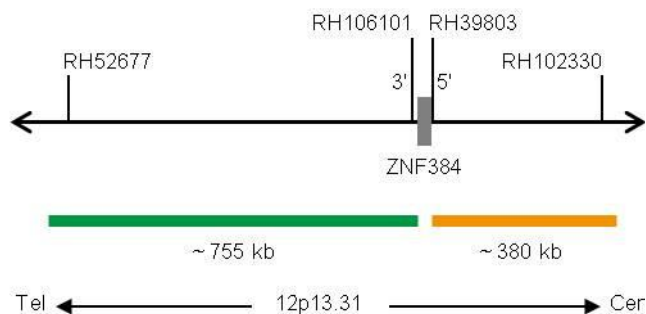

Abb. 1: SPEC ZNF384 Sondenlokalisation (nicht maßstabsgetreu)
- ZyGreen (Anregung 503 nm/Emission 528 nm) markierten Polynukleotiden (~10,0 ng/μl), die gegen Sequenzen in 12p13.31\* (chr12:6,016,809-6,771,300) gerichtet sind, welche distal zur ZNF384-Bruchpunktregion lokalisiert sind (siehe Abb. 1).
- ZyOrange (Anregung 547 nm/Emission 572 nm) markierten Polynukleotiden (~4,5 ng/μl), die gegen Sequenzen in 12p13.31\* (chr12:6,799,546-7,175,222) gerichtet sind, welche proximal zur ZNF384-Bruchpunktregion lokalisiert sind (siehe Abb. 1).